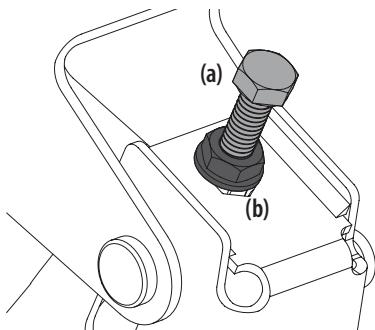

Figure 39
- Localisez les boulons de réglage (a) à gauche et à droite du plateau. Consultez la Figure 39.
- Desserrez, mais ne retirez pas, les contre-écrous (b) du boulon de réglage. Ajustez le boulon de réglage droit ou gauche vers le haut ou le bas, le cas échéant, jusqu'à ce que les hauteurs de chaque côté soient égales. Consultez la Figure 39.